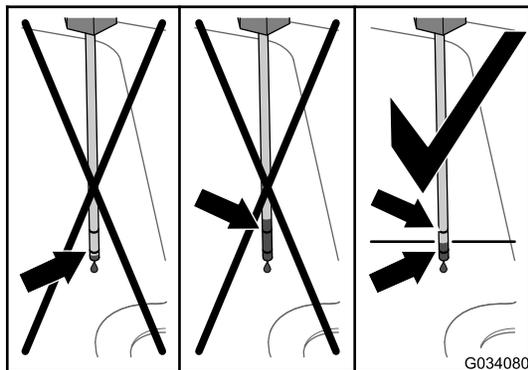
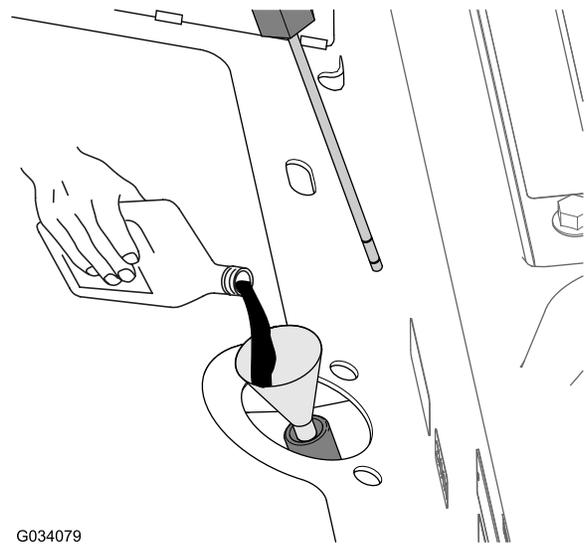

Figura 84
Figura 85
4. Retire a vareta e verifique o nível de óleo (Figura 84).
5. Se o nível do fluido está abaixo da marca inferior da vareta, adicione o fluido hidráulico especificado no tubo de enchimento (Figura 85) até que o nível de fluido fique entre as marcas superior e inferior quando verificado com a vareta (Figura 84); consulte Especificação do fluido hidráulico (página 63).
6. Adicione o fluido hidráulico especificado no tubo de enchimento (Figura 85 em Verificar o nível do sistema de hidráulico e do fluido \(página 64\)) até que o nível de fluido na caixa da transmissão (reservatório) se encontre a meio entre as marcas superior e inferior da vareta (Figura 84 em Verificar o nível do sistema de hidráulico e do fluido \(página 64\)) consulte Especificação do fluido hidráulico \(página 63\).